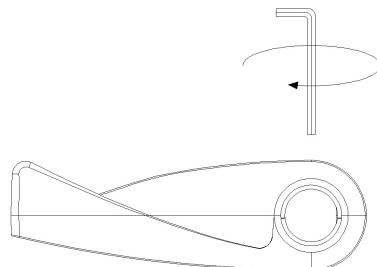

Bild 7
6. Kontrollera så att regulatorn är säkert fastsatt på värmeelementet (bild 7). Anslut regulatorns strömkabeln till strömkretsen enligt gällande normer och föreskrifter i det landet som den ska installeras i.